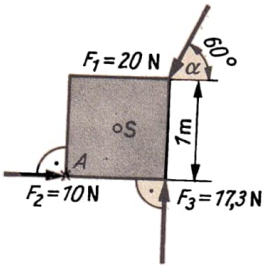

Bild 48
- 3.79** An einer quadratischen Holzplatte von $1,0\text{ m}$ Seitenlänge, die auf einer Wasseroberfläche schwimmt, greifen die in Bild 48 angegebenen Kräfte F_1 , F_2 und F_3 an. 1. Untersuchen Sie, wie sich die Platte unter Einwirkung dieser Kräfte bewegt. 2. Schlagen Sie eine Kräfteanordnung vor, die die Platte ins Gleichgewicht bringt.